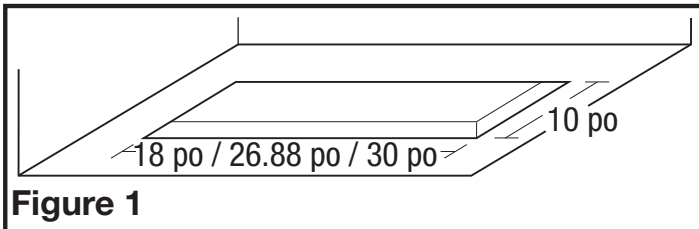

Figure 1
- La plupart des codes de bâtiments exigent un matériel non-combustible au-dessus de la surface de cuisson. Si vous avez le bois ou un autre matériel combustible sur le fond de vos cabinets, on vous recommande d'utiliser le revêtement facultatif de hotte (voyez à la section 3). Si vous avez un matériel non-combustible, faites un trou approprié dans le cabinet ou le panneau où l'unité d'alimentation sera montée (**Figure 1**):